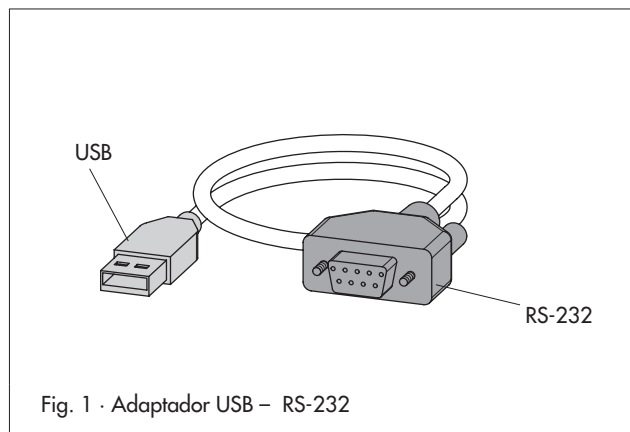

Fig. 1 · Adaptador USB – RS-232
* La conexión se puede hacer bajo Windows 98, -2000, -XP opcionalmente a través del puerto COM del PC o a través del adaptador USB – RS-232 (fig. 1).